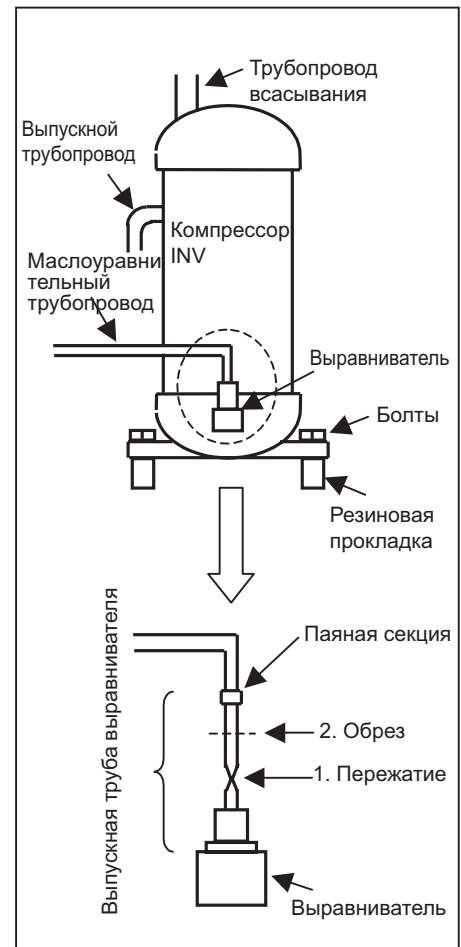
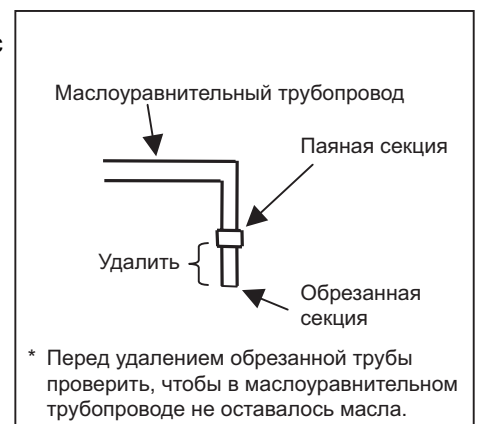

Рис. 1
Рис. 2
- (2) Снять звукоизолирующее покрытие неисправного компрессора, отсоединить кабель питания от клеммной колодки компрессора.
- (3) После того как хладагент полностью собран, отсоединить паяные секции трубопроводов всасывания и нагнетания с помощью паяльной лампы.
- (4) Пережмите маслоуравнительный трубопровод неисправного компрессора в нижней части паяного соединения, как показано на Рис. 1, и отрежьте в точке между местом пережатия и паяным соединением, чтобы не вышло оставшееся масло.
- (5) Снимите три болта резиновой прокладки, чтобы снять неисправный компрессор с блока.
- (6) Проверьте, чтобы в маслоуравнительном трубопроводе не оставалось масла, как показано на Рис. 2, затем отрежьте трубу в паяном соединении с помощью паяльной лампы.
- (7) Поставьте на блок новый компрессор.